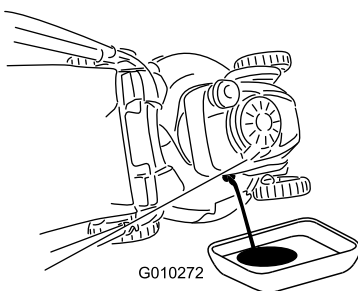

Bild 25
4. Kippen Sie die Maschine so auf die Seite, dass der Peilstab nach unten zeigt, und lassen Sie das Altöl über den Öleinfüllstutzen in die Auffangwanne ab (Bild 25).